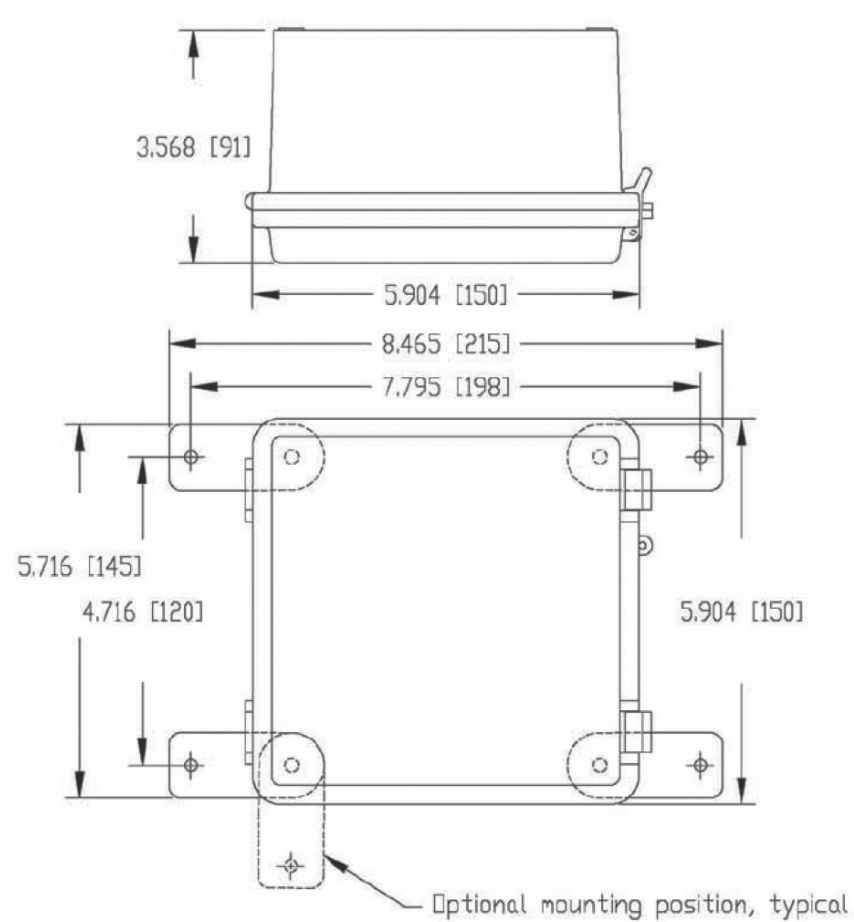

Figure 2 - Dimensions des boîtiers en plastique
2. en plastique de type NEMA 4X (figure 2).